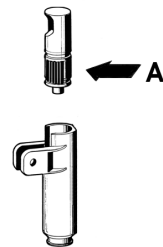

Bild 2
- 2 - Den Kolben des Hahns (in Bereich A, gezeigt auf Abbildung 2) ausschließlich mit dem vom Hersteller gelieferten Fett oder einem anderen lebensmitteltauglichen Fett schmieren.